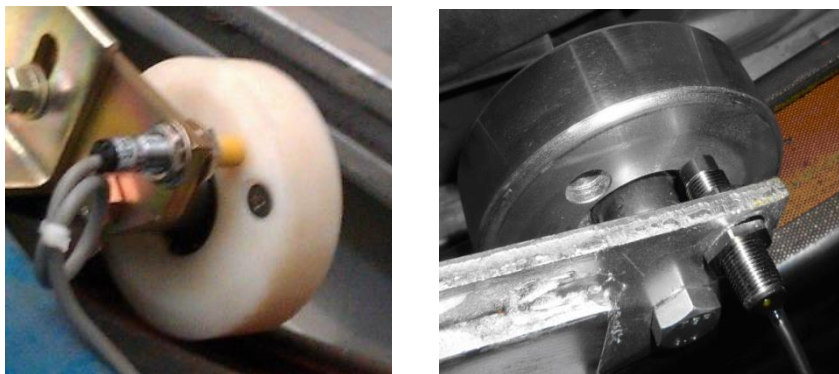

图 3
- 扶手带测速传感器：左右扶手带滚轮各装一个，每转一圈产生一个脉冲。滚轮如果是非金属材质需要在表面固定金属物，如果是金属材质可挖空部分金属，截面应与传感器感应头截面大小相近，孔深至少 3mm。传感器安装距离 1~3mm，如图 3：